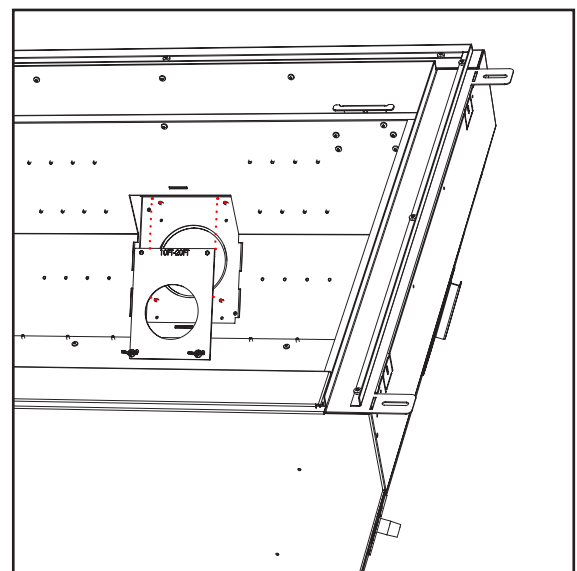

Figure 39c.
Les écrous à oreilles doivent être utilisés sur les boulons qui dépassent du bas de la plaque. vu à la figure 39c.
**Étape 6.** Fixez les écrous à oreilles aux boulons inférieurs uniquement. Fig.39c